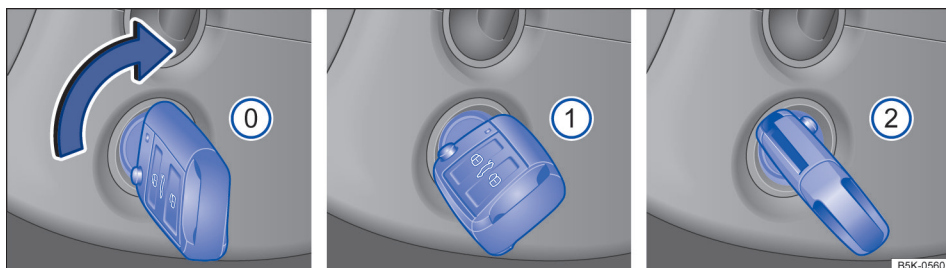

Fig. 120 Ao lado do volante, à direita: posições da chave do veículo no cilindro da ignição.
Posições da chave do veículo → Fig. 120
- *Veículos com cilindro da ignição*: girar a chave do veículo na posição → Fig. 120 ①. A ignição está ligada.
- *Veículos com cilindro da ignição*: girar a chave do veículo no cilindro da ignição na posição → Fig. 120 ② – não acelerar. Quando o motor começar a funcionar, soltar a chave do veículo no cilindro da ignição.
Se o motor não der partida, nunca utilizar o motor de partida com a marcha engatada e com a chave do veículo na posição → Fig. 120 ② para conduzir ou puxar, por exemplo, se o reservatório de combustível estiver vazio. O motor de partida pode ser danificado.
- *Veículos com cilindro da ignição*: girar a chave do veículo no cilindro da ignição para a posição → Fig. 120 .